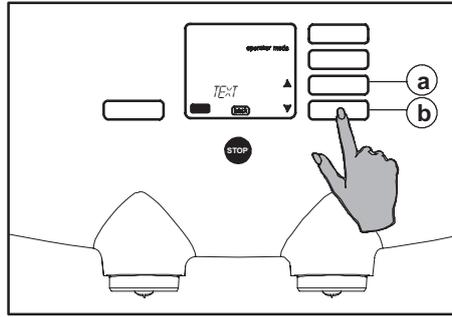

Fig. 63 Menu de sélection TEXT
Dans le menu opérateur, à partir du menu de sélection "TEXT" (fig. 63), vous pouvez déterminer si le texte "FAITES CHOIX" doit s'afficher ou non à l'écran avant qu'une boisson ne soit sélectionnée.
3. Utilisez les boutons de défilement \updownarrow jusqu'à ce que l'option "TEXT" apparaisse à l'écran (fig. 63 a ou b).